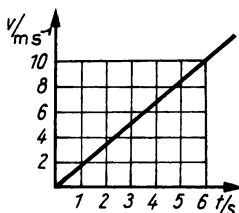

Bild 10
2.19 Berechnen Sie für die Bewegung, die durch das Diagramm (Bild 10) dargestellt wird, den in den ersten 6 s zurückgelegten Weg.